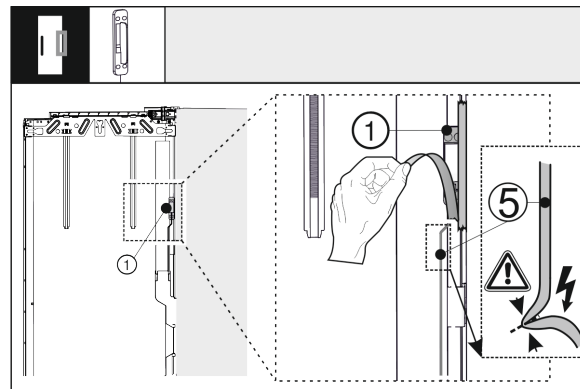

Fig. 40
- Løsne bankesensoren Fig. 40 (1) fra ytterdøra. Ikke skad forbindelseskabelen Fig. 40 (5).